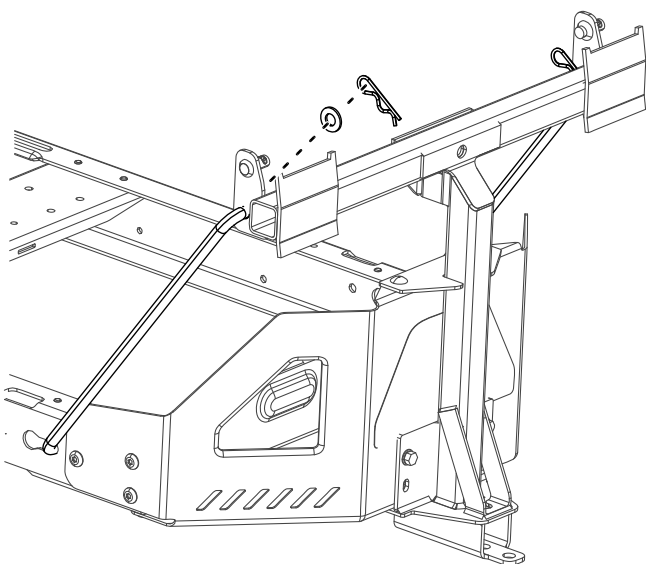

Figura 8
4. Instale a extremidade grande, dobrada de uma barra na ranhura na estrutura do lado esquerdo da máquina e mova a barra para trás para a encaixar na estrutura (Figura 8).
5. Insira as extremidades dobradas das barras na montagem do acessório como se mostra na Figura 8 e prenda a extremidade de cada barra com uma anilha e perno do gancho.
2. Instale os suportes da articulação na estrutura da articulação (Figura 8).